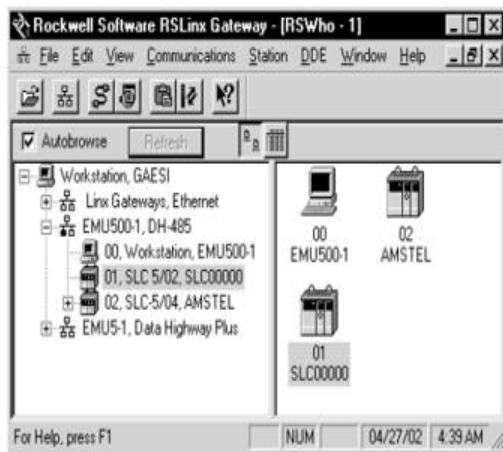

Figura A.2 - Exemplo de tela do RS Linx
- 3º passo: Na tela do RS Linx Classic Lite, clique em Communications/RSWho. Vide Figura A.2.